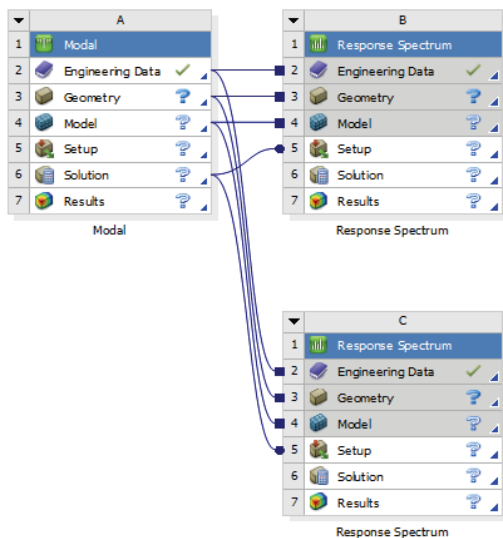

图 12-2 分析项目
4) 在工具箱中的 Analysis System>Response Spectrum 上按住鼠标左键拖曳到项目管理区中，当项目 A 的 Solution 项红色高亮显示时，放开鼠标创建项目 C，此时相关联项的数据可共享，如图 12-2 所示。